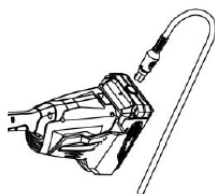

Fig.6
3. Ligue/desligue a bateria da ferramenta através do cabo conector (Fig. 6).